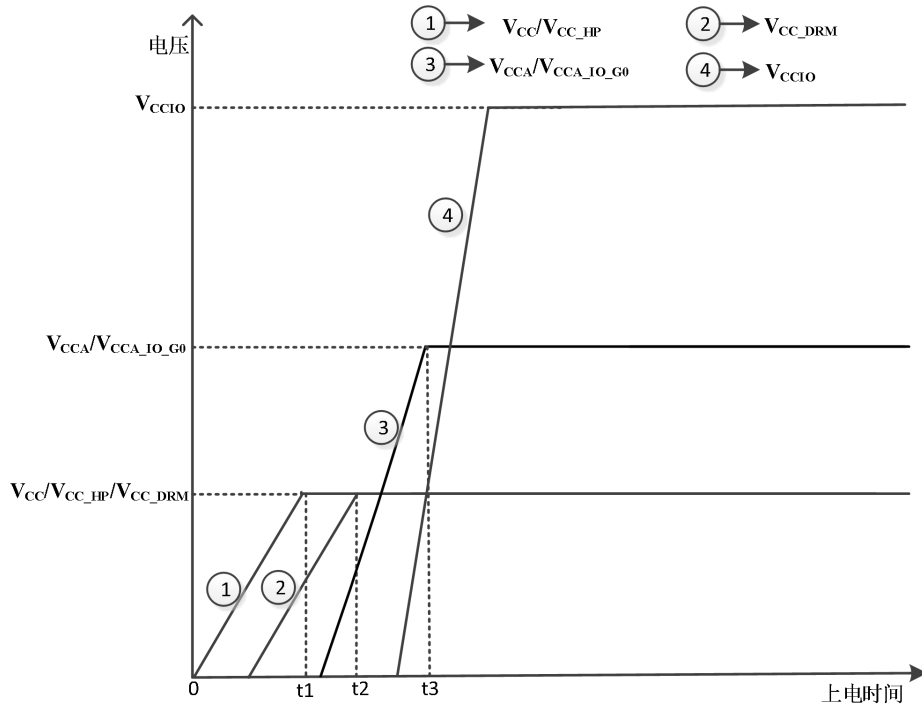
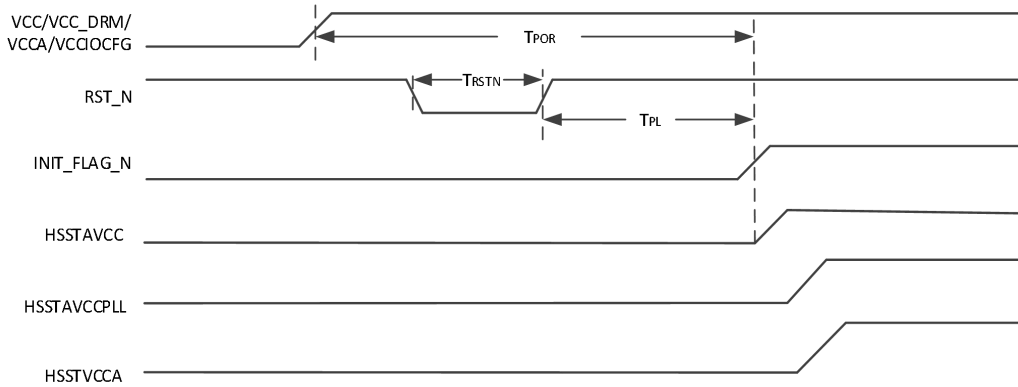

图 3-1 上电时序图
图 3-3 HSST上电顺序
- (2) 推荐下电顺序为上电顺序的反方向。
- (3) 推荐上电时序如图3-1所示，按(1)上电顺序，各电源电压在达到典型电压值前需满足
如图3-3所示。
- (1) 推荐整体上电顺序按照先逻辑上电（具体见图 3-1）再HSST电源上电（具体见图 3-3）。
- (2) 推荐下电顺序与推荐上电的顺序相反。可以支持同时下电，但热插拔功能不保证。